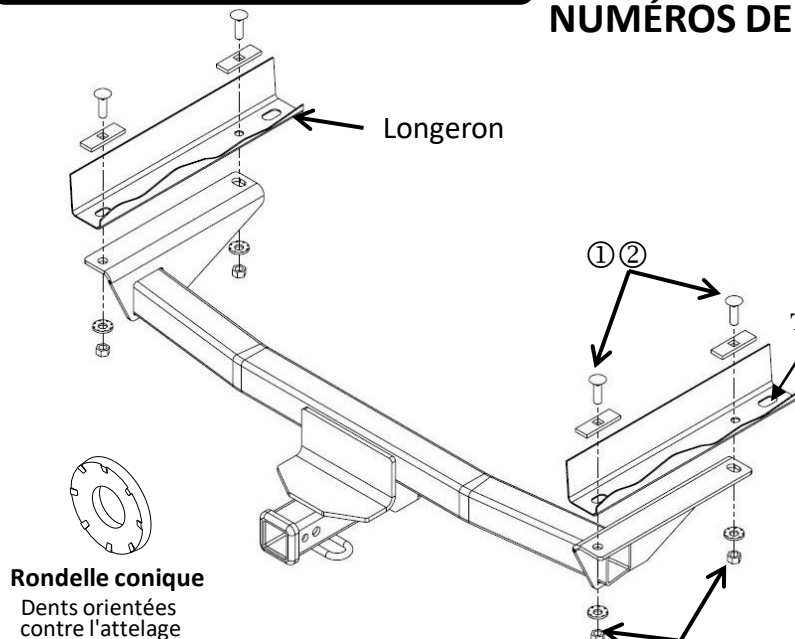
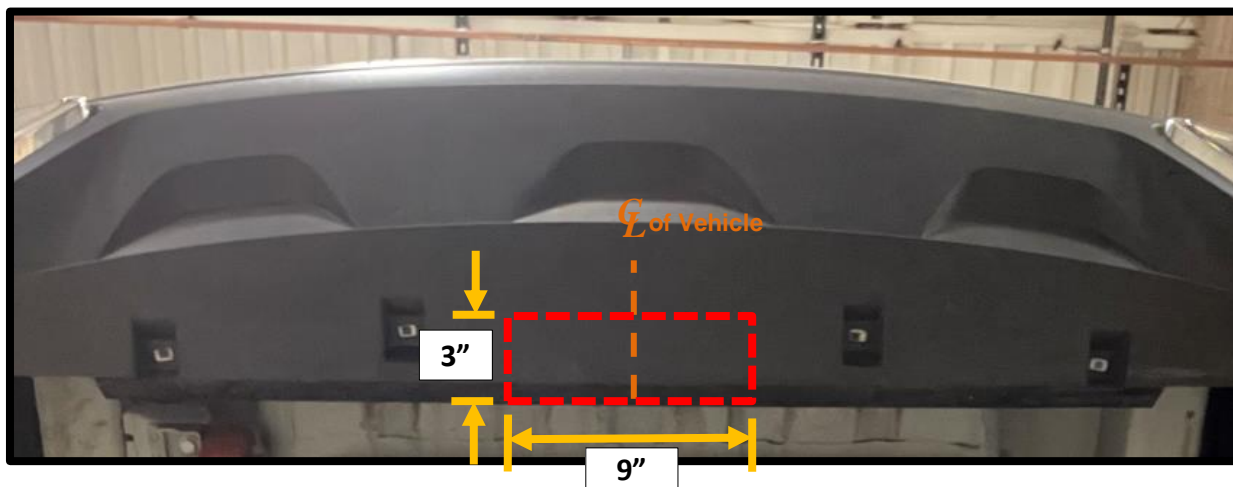

Figure 1
Figure 3
- Poser la visserie** - À l'aide du fil de tirage, poser les articles 1 et 2 comme illustré à la figure 1, à travers le trou d'accès du cadre du véhicule. Répéter des deux côtés. **Remarque :** Garder le fil de tirage attaché à la visserie.
- Retirez les vis** - À l'aide d'un embout Torxbit T15, retirez les (4) vis du bas de la façade. Cette étape concerne uniquement les années modèles 2021-actuelles.
3. Poser la visserie - À l'aide du fil de tirage, poser les articles 1 et 2 comme illustré à la figure 1, à travers le trou d'accès du cadre du véhicule. Répéter des deux côtés. **Remarque :** Garder le fil de tirage attaché à la visserie.
4. Retirez les vis - À l'aide d'un embout Torxbit T15, retirez les (4) vis du bas de la façade. Cette étape concerne uniquement les années modèles 2021-actuelles.
5. Coupez le carénage inférieur (à partir du modèle 2021) - À l'aide d'un ruban à mesurer, d'un marqueur et d'un couteau utilitaire, mesurez, marquez et coupez le carénage inférieur comme illustré à la figure 3. Remarque : déplacez le faisceau de câbles s'il est présent dans la zone de coupe.